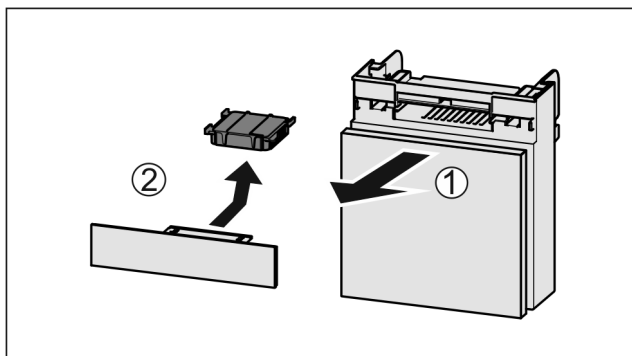

Fig. 233
- Extraire le compartiment par l'avant Fig. 233 (1).
- Sortir le filtre à charbon actif Fig. 233 (2).